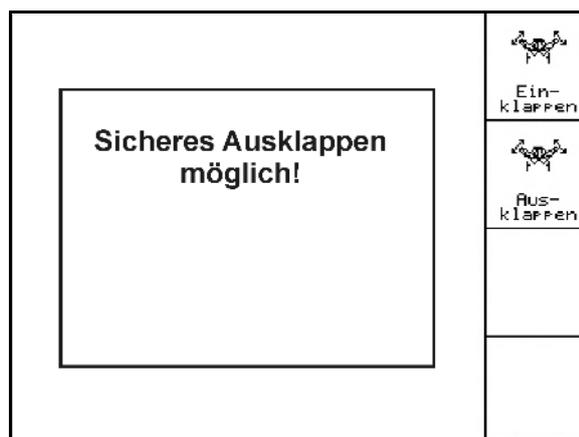

Рис. 58
1.  Выберите «Складывание». (Рис. 58).